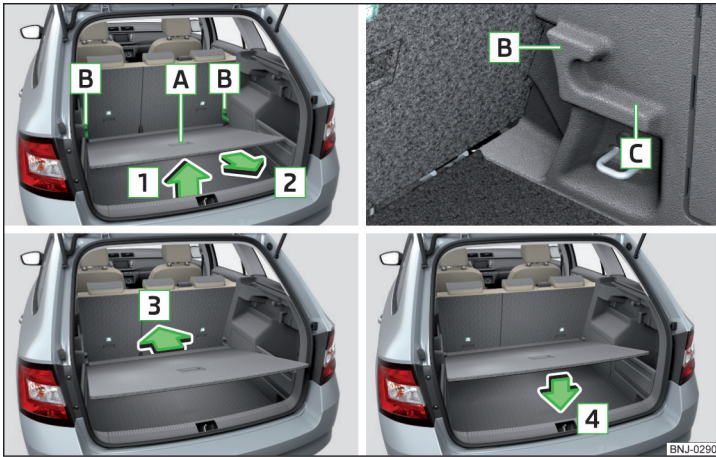

Abb. 115 Variablen Ladeboden in die obere/untere Position einstellen
- › Den variablen Ladeboden am Griff **A** in Pfeilrichtung **1** anheben und teilweise in Pfeilrichtung **2** verschieben » **Abb. 115**.